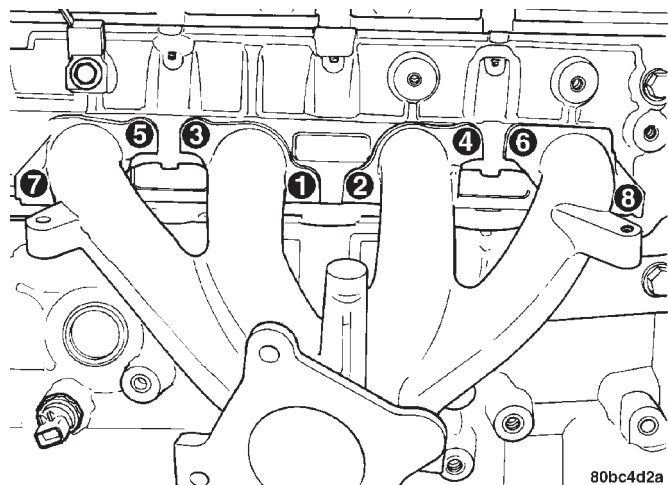

Fig. 13 Secuencia de torsión del múltiple de escape
(1) Emplace el múltiple de escape y la junta en su lugar.
(2) Instale los pernos del múltiple de escape y apriételos en la secuencia que se muestra en la (Fig. 13) con una torsión de 23 N·m (200 lbs. pulg.).